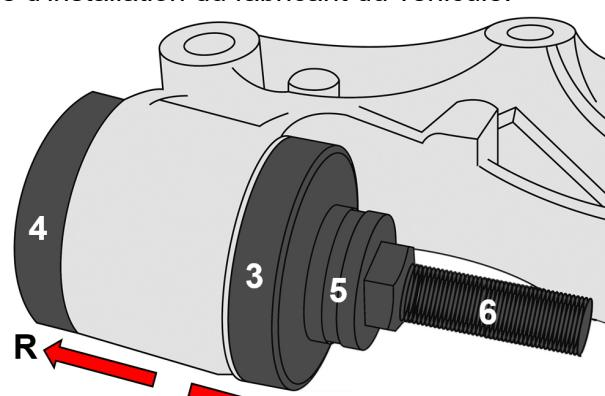

Fig. 5
- Continuez à serrer l'écrou pour terminer le montage de la douille. Le montage de la douille est terminé lorsqu'une résistance est perceptible et que la douille est parfaitement assise comme illustré à la figure 5.